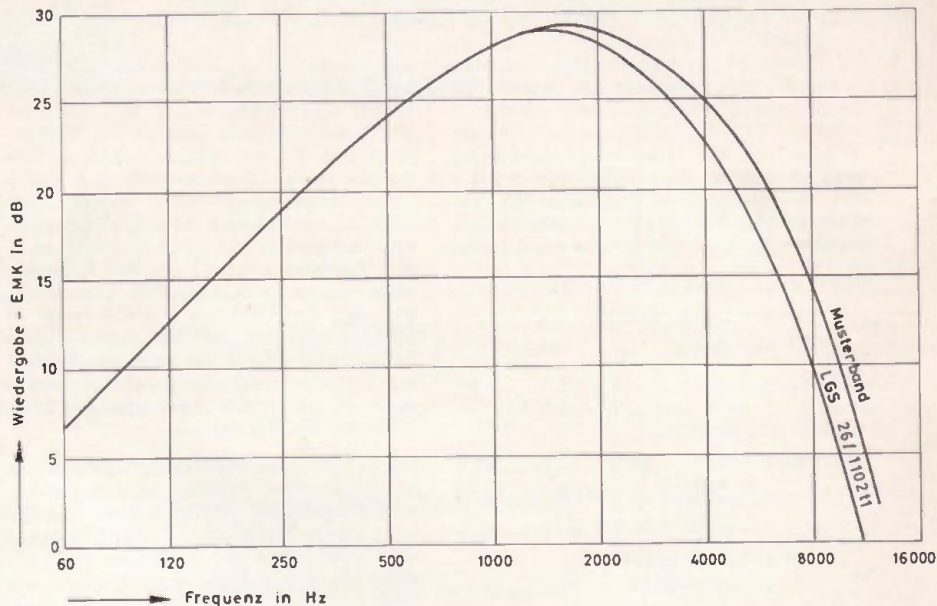

Bild 4 Kopfkurven mit LGS 26/110211 und mit neuem Bandmuster für 1-kHz-Arbeitspunkt, 4,76 cm/sek. Bondgeschwindigkeit und 5% linear entzerrten Klirrfaktor
Auch die Dynamik scheidet heute aus der Diskussion bereits mehr oder weniger aus. Gewiß wächst der Ruhegeräuschspannungsabstand theoretisch und unter sonst gleichen Umständen (sofern diese überhaupt praktisch realisiert werden können!) mit der Wurzel aus der Spurbreite; nachdem aber gute Viertelspurgeräte heute auch in der Serienproduktion die 50-dB-Marke bei 4,76 cm/sek. mit Sicherheit einhalten, braucht man sich um Qualität nicht mehr ernsthaft zu streiten, zumal es nach unseren Untersuchungen nur sehr wenige modern instrumentierte Musikstücke gibt, bei denen die betrieblich ausnutzbare Dynamik um etwa 3 dB verschlechtert werden muß (5), und zumal Anzeichen für eine weitere Verbesserung der Bänder vorhanden sind (vergl. Bild 4).